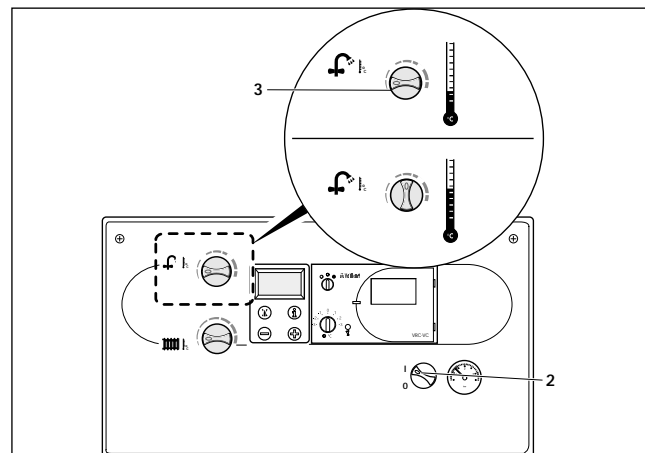

Fig. 3.5: Produzione di acqua calda
In presenza di una durezza dell'acqua superiore ai 10 °dh (1,79 mol/m³) portare la manopola (3) dal massimo in posizione centrale (fig. 3.5).